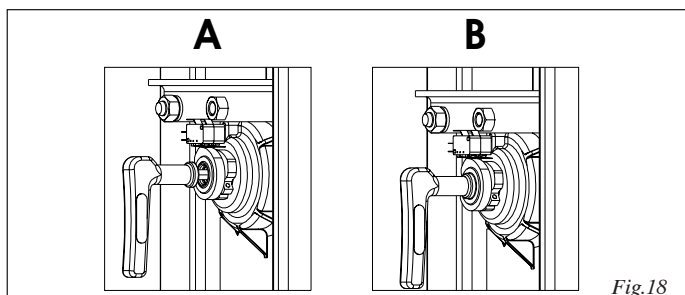

Fig.18
- Den Spezialschlüssel im Pfosten in die Entriegelungsöffnung (Abb. 18 - Bez. A) einführen und im Uhrzeigersinn einige Male bis zum mechanischen Anschlag drehen.
**Achtung:** Auf dem Entriegelungsschlüssel befindet sich ein kreisförmiger Rand, der auf die Welle aufgelegt werden muss (Abb. 18, Bez. B). Wenn diese Position erreicht ist, den Entriegelungsschlüssel nicht weiter drehen, um die Funktionstüchtigkeit des Systems nicht zu beeinträchtigen.